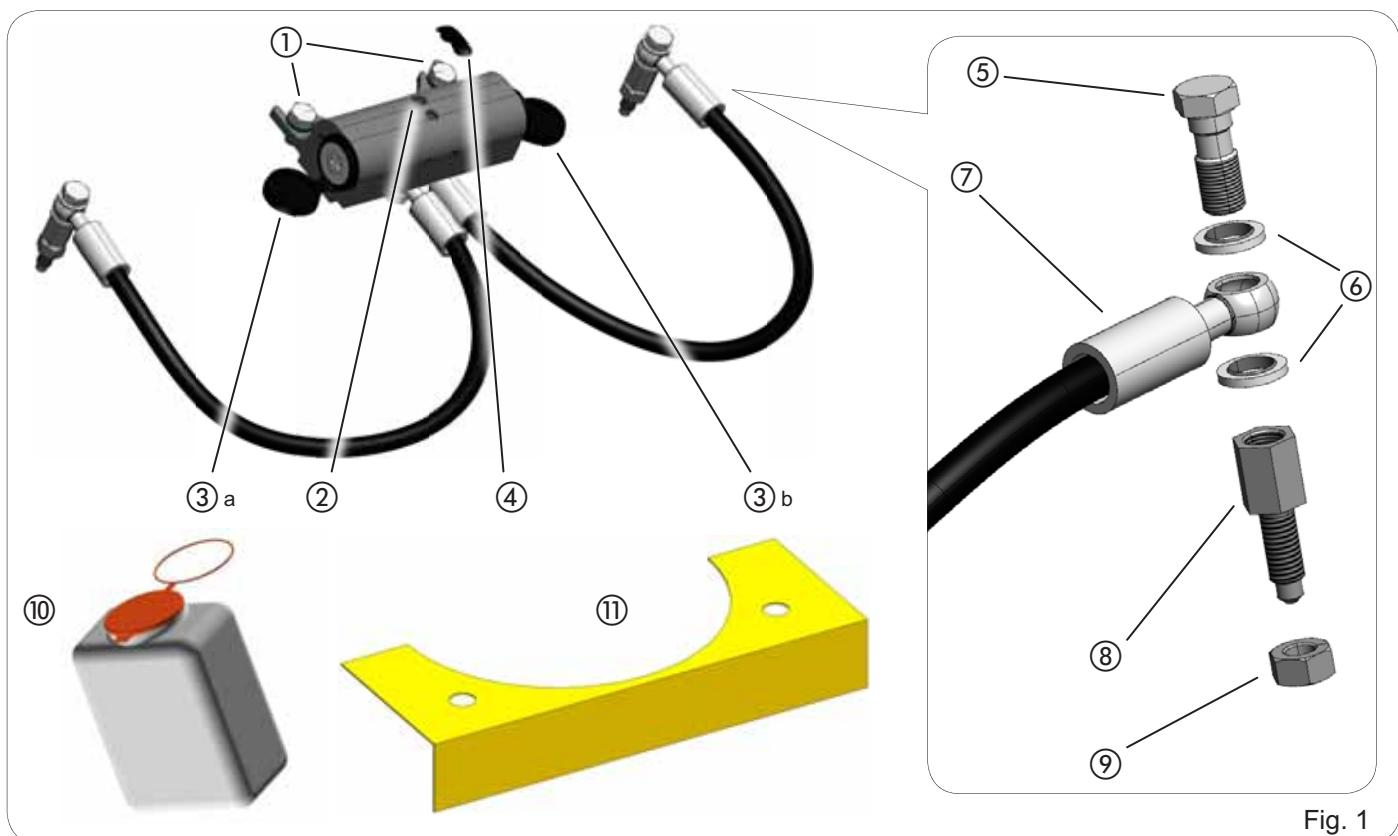

Fig. 1
La descripción de los componentes del desbloqueo hace referencia a la Fig. 1
De beschrijving van de onderdelen van de ontgrendeling betreft Fig. 1
- Retire los racores de purga instalados en el operador y seguidamente conecte los racores suministrados con el sistema de desbloqueo (Fig. 6 ref. ② y Fig. 1 ref. de ⑤ a ⑨), atornillándolos con un par de apriete máximo de 20Nm y sin apretar completamente el conjunto racor/contratuercua en la brida. Una vez fijado el racor, apriete la contratuercua (ref. Fig. 7).
- Conecte el tubo de aceite provisto de las dos juntas y del racor (siguiendo el orden indicado en la Fig. 1, ref. de ⑤ a ⑨ y Fig. 7).
- Verwijder de ontluchtingsaansluitingen die op de aandrijving zijn geïnstalleerd, en sluit de bij het ontgrendelingsysteem geleverde aan (Fig. 6 ref.② en Fig. 1 ref.⑤ tot ⑨), en draai ze vast met een koppel van maximaal 20Nm, en draai in ieder geval het geheel aansluiting-vergrendelingsmoer op de flens niet helemaal vast. Draai als de aansluiting is bevestigd de vergrendelingsmoer vast (ref. Fig. 7).
- Sluit de olieleiding samen met de pakkingen en de aansluiting aan volgens de volgorde in Fig. 1, ref. ⑤ tot ⑨ en Fig. 7